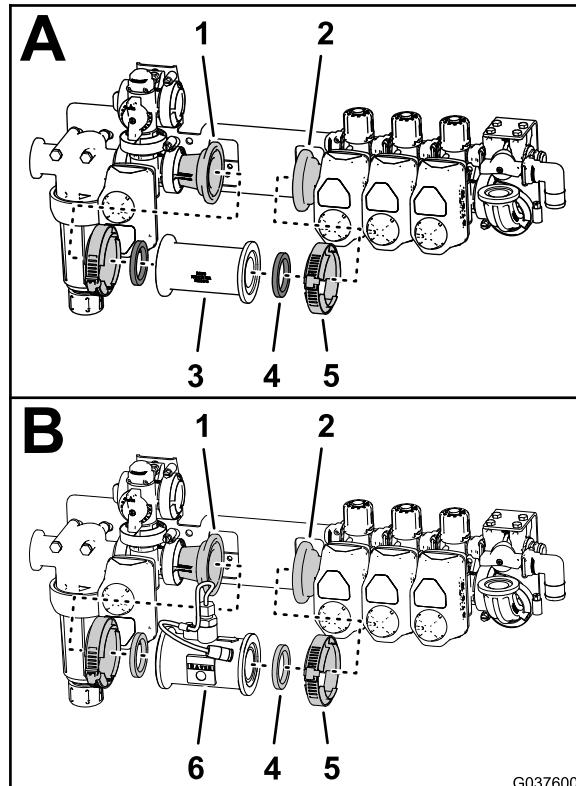

Figura 47
- Retire as duas braçadeiras flangeadas que prendem as duas juntas e acoplador reto aos acopladores do adaptador na válvula de agitação e na válvula da secção da rampa esquerda (Figura 47).
- Alinhe as juntas e fluxímetro com as flanges dos acopladores do adaptador da válvula de agitação e a válvula da secção da rampa esquerda (Figura 47).
- Prenda o fluxímetro aos acopladores do adaptador com as duas braçadeiras flangeadas que retirou no passo 1 (Figura 47).